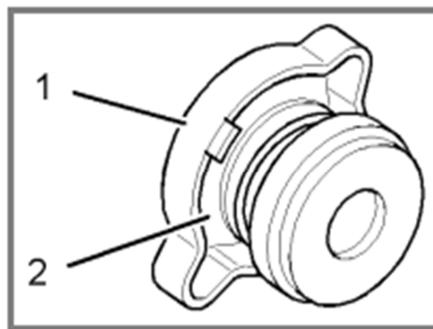

Рисунок 6-2. Типовая крышка заливной горловины охлаждающей жидкости
3) Очистите крышку заливной горловины системы охлаждения и проверьте состояние уплотнительного кольца крышки (см. рисунок 6-2). Если прокладка крышки заливной горловины повреждена, замените крышку заливной горловины системы охлаждения. Установите крышку заливной горловины системы охлаждения на место.